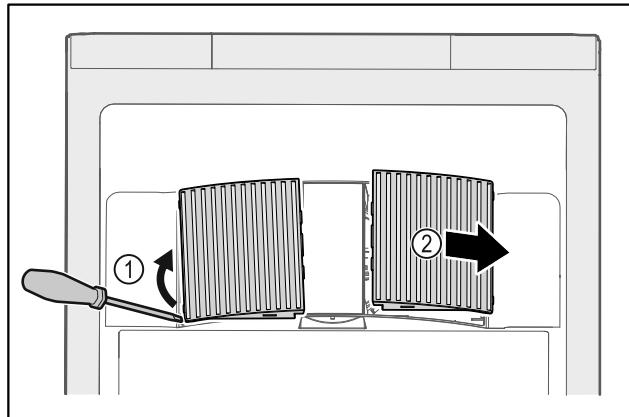

Fig. 144
- Abrir cuidadosamente las cubiertas del ventilador haciendo palanca por un lado Fig. 144 (1) y retirarlas hacia delante Fig. 144 (2).